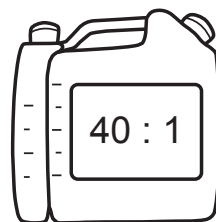

Fig. 12
- > Mélanger une essence ordinaire sans plomb et une huile pour moteur de bonne qualité dans le bidon à mélange fournie (Fig. 12).